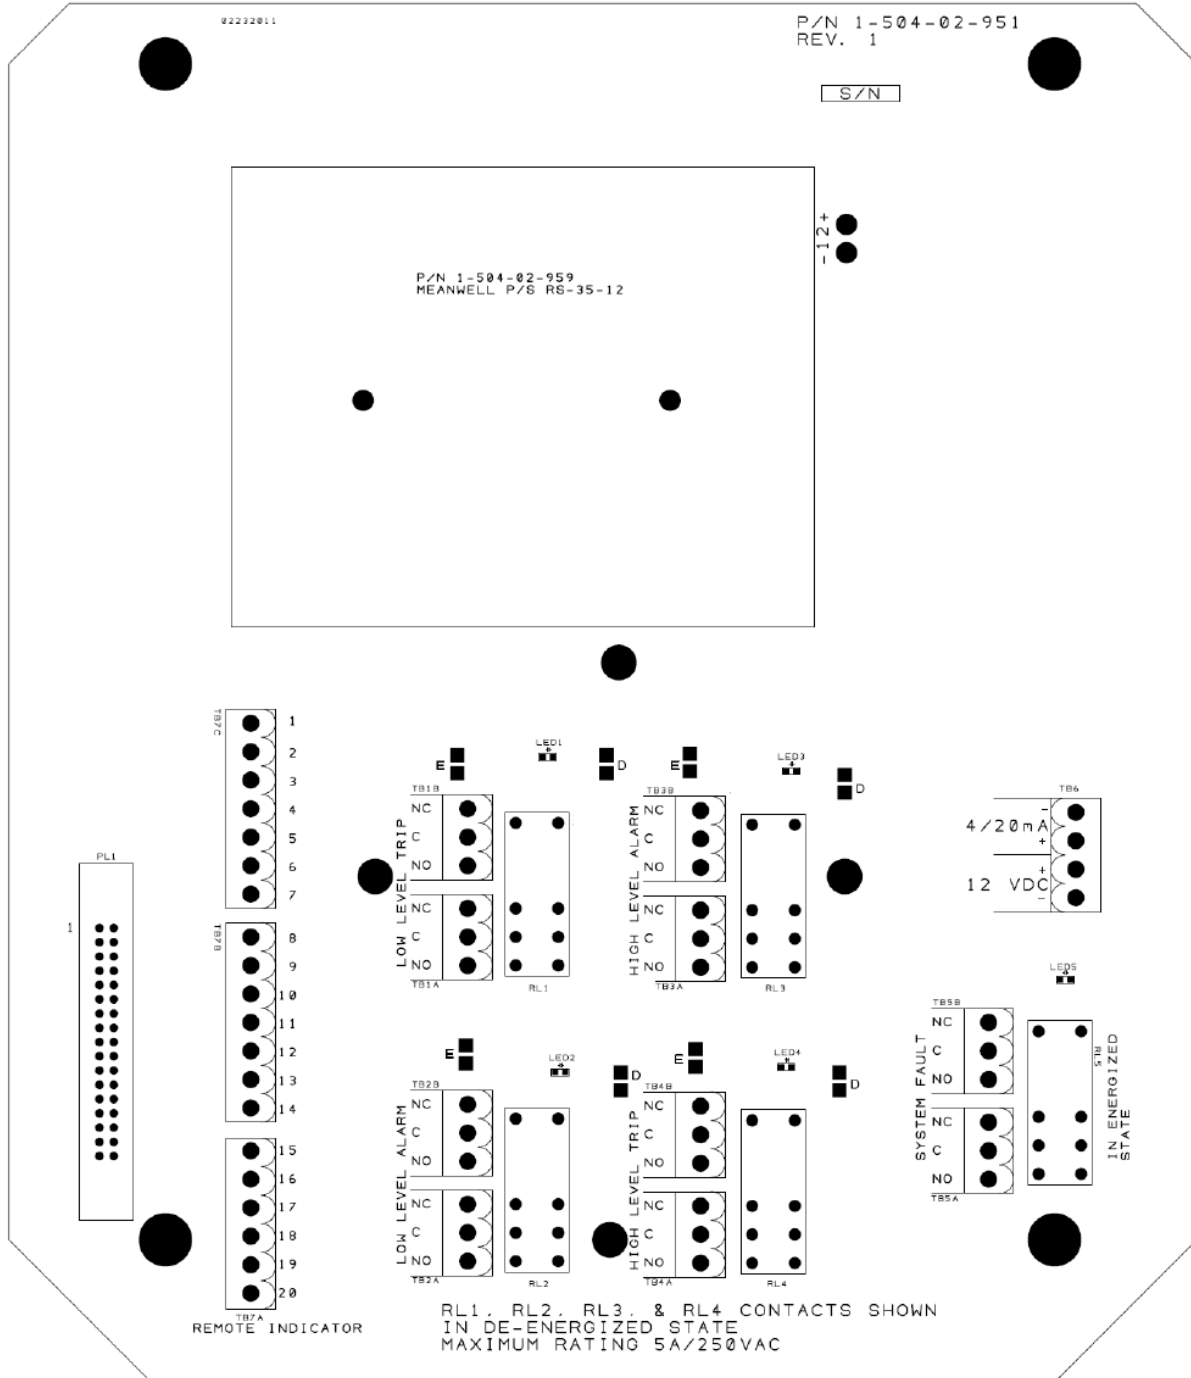

Figura 3.4.1
7. Asignacion de la punta de prueba: Salto "A" para fijar la punta de prueba para mijar normalmente el estado. (mira parte 3.3 y figura 3.4.1)